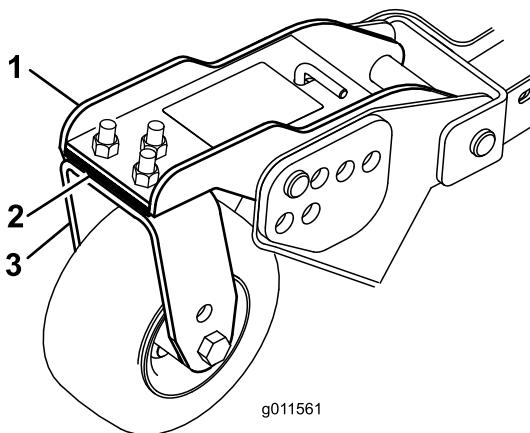

Figura 27
- Ajuste os calços de 3 mm na(s) forquilha(s) da roda giratória de forma que coincidam com altura de corte fixada no autocolante (Figura 27).
- Se a extremidade interior da plataforma do cortador lateral estiver demasiado levantada em relação à ponta exterior da plataforma do cortador dianteira, retire os calços de 3 mm do fundo do braço da roda giratória dianteira interior na plataforma do cortador lateral (Figura 27).